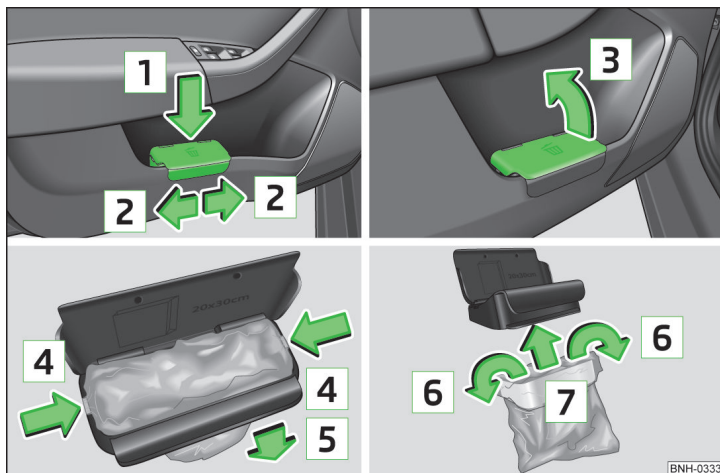

Fig. 65 Recipientul pentru reziduuri: introducerea și glisarea / deschiderea / înlocuirea pungii
- Împingeți recipientul pentru reziduuri în partea posterioară în sensul săgeții **1** » fig. 65.
- Scoateți recipientul pentru reziduuri în sens contrar săgeții **1** » fig. 65.
- Deschideți recipientul pentru reziduuri în sensul săgeții **3** » fig. 65.
- Îndepărtați prin apăsare cele două elemente de fixare ale cadrului interior, în sensul săgeții **4** » fig. 65 de pe corpul recipientului.